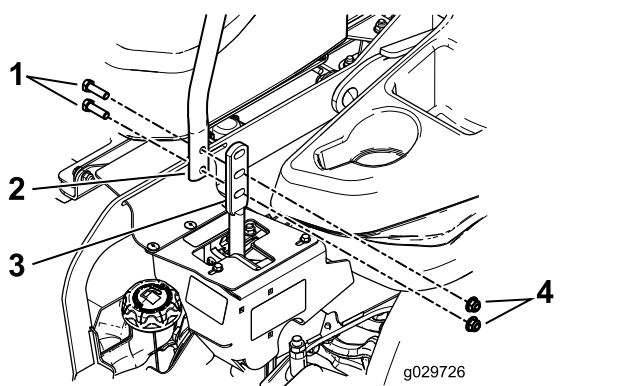

Figure 87
3. Desserrez les boulons et les écrous à embase situés dans les leviers (**Figure 87**).
4. Réglez l'alignement avant/arrière des leviers en les plaçant tous deux à la position **POINT MORT**, puis faites-les coulisser jusqu'à ce qu'ils soient alignés, et resserrez les boulons (**Figure 87**).